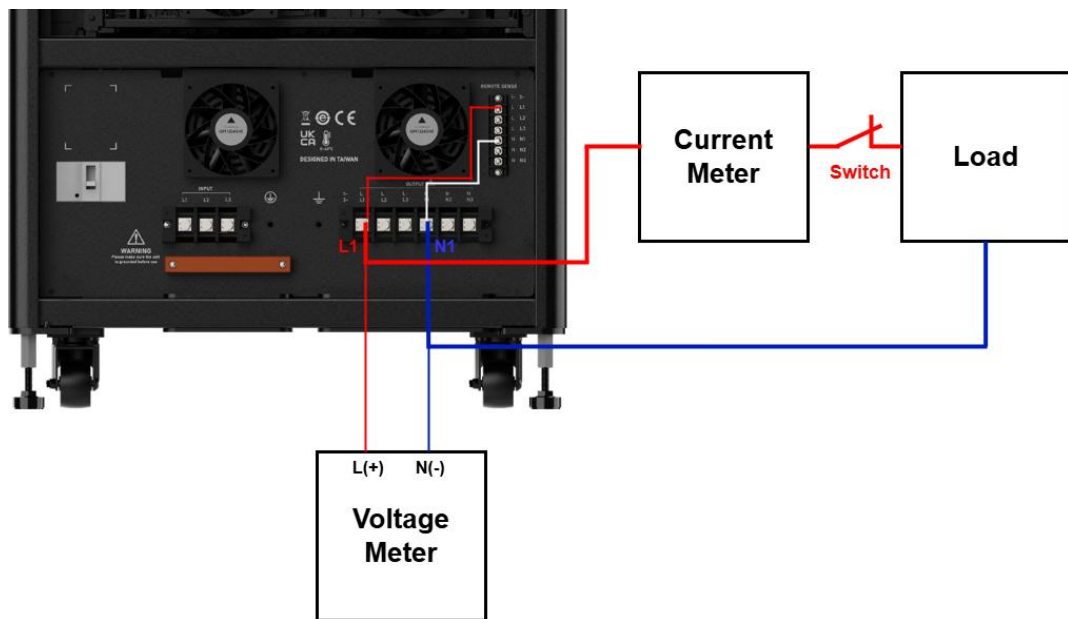

图 8-1 校准设备接线(L1/N1)示意图
在执行校准时，需准备高精度数位电压表(DVM)、电流表(DCA)或功率分析仪(Power analyzer)及合适负载，并依据仪器说明连接校准设备，连接方式可参考图 8-1。校准项目包括输出电压、输出电流，但无需同时执行三相校准，使用者可依需求选择其中一相进行独立校准，以确保各相输出的一致性与稳定性。此外，内建的校准参数可与标准测试设备进行比对，确保补偿精度，并透过软件进行数字化微调，进一步降低手动校准误差，提高整体测试可靠性。
- 图 8-1 所示的开关(Switch)主要用于电压校准过程中，确保负载完全断开，以避免影响校准结果。